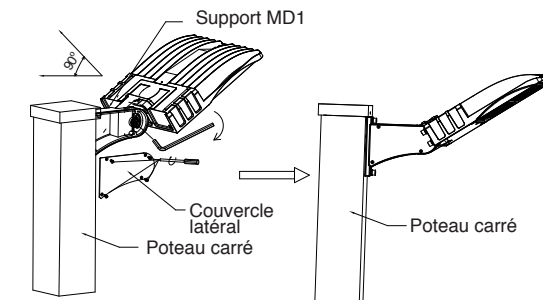

Figure 5-1
1. Fixez le luminaire au poteau en suivant les instructions d'installation III, desserrez les vis du couvercle latéral et les vis de fixation, réglez les positions horizontale et verticale du luminaire, serrez les vis et fixez le couvercle latéral, puis terminez l'installation. (Figure 5-1)